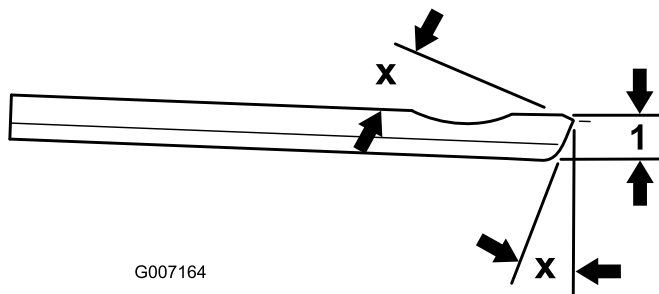

Figure 20
**Remarque:** L'angle de meulage supérieur et avant recommandé de la contre-lame est de 3 à 7 degrés (Figure 20).